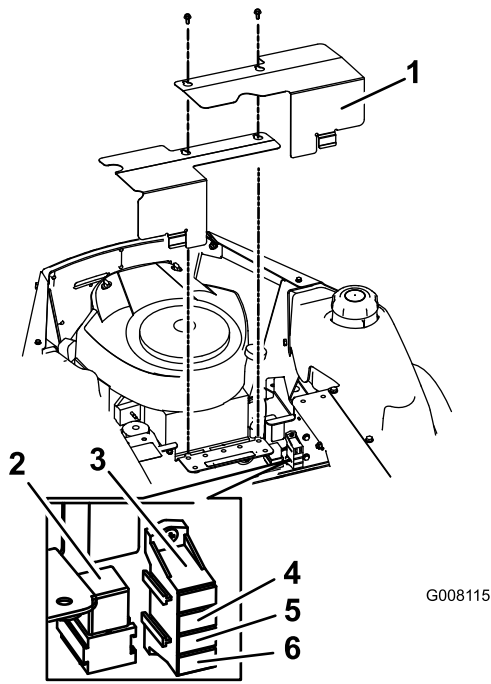

Figura 40
1. Levante el asiento para tener acceso al portafusibles (Figura 40).
2. Retire las tapas según se muestra en Figura 40.